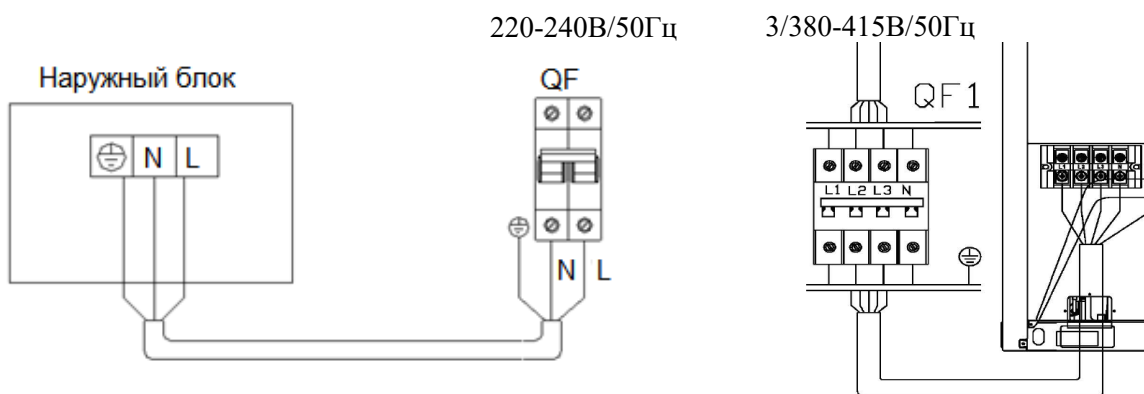

Рис.2.8
2.12.1 Монтажная схема подключения к сети электропитания наружного блока (рис.2.8)